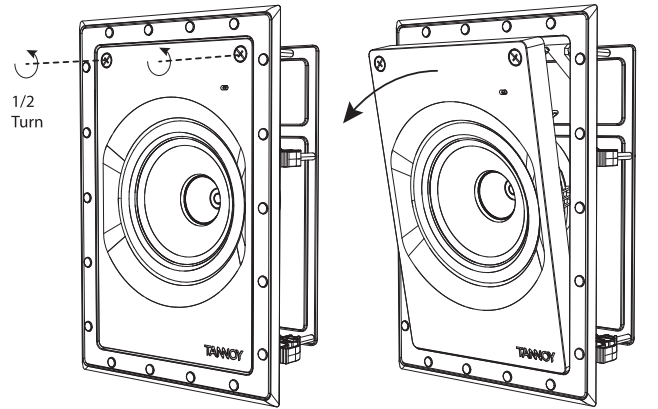

図 4. フレームからのスピーカーアセンブリの取り外し
1. スピーカーバッフルアセンブリはフレーム内に同梱されているため、次のように取り外す必要があります。2 本のネジを半回転未満で外してから、アセンブリをフレームから傾けます（図 4）。設置の準備ができるまで、安全な乾燥した場所に保管してください。